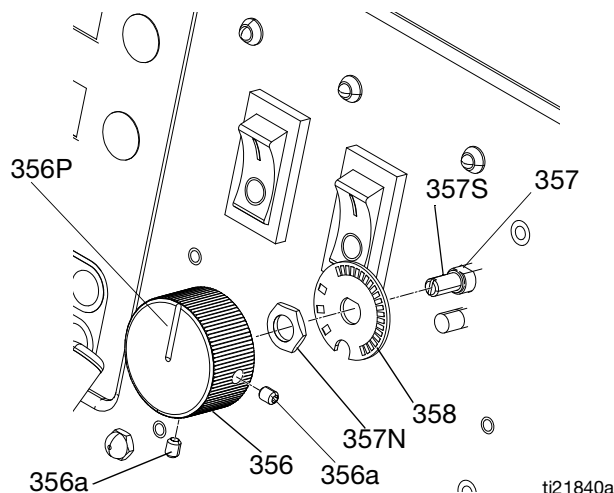

Fig. 9 Manopola delle funzioni/potenzimetro
4. Vedere FIG. 9. Rimuovere due viti di regolazione (356a) ed estrarre la manopola delle funzioni (356) dall'albero del potenziometro (357).
5. Rimuovere il dado (357N) e la piastra di ritegno (358).
6. Installare un nuovo potenziometro (357) seguendo l'ordine inverso. Posizionare il potenziometro in modo che la fessura (357S) risulti orizzontale. Posizionare la manopola (356) in modo che il puntatore (356P) sia rivolto verso l'alto. Installare la manopola sull'albero in modo che la fessura (357S) si incastri nel perno di allineamento della manopola. Spingere la manopola sull'albero contro la molla di ritenzione prima di serrare le viti di regolazione (356a).